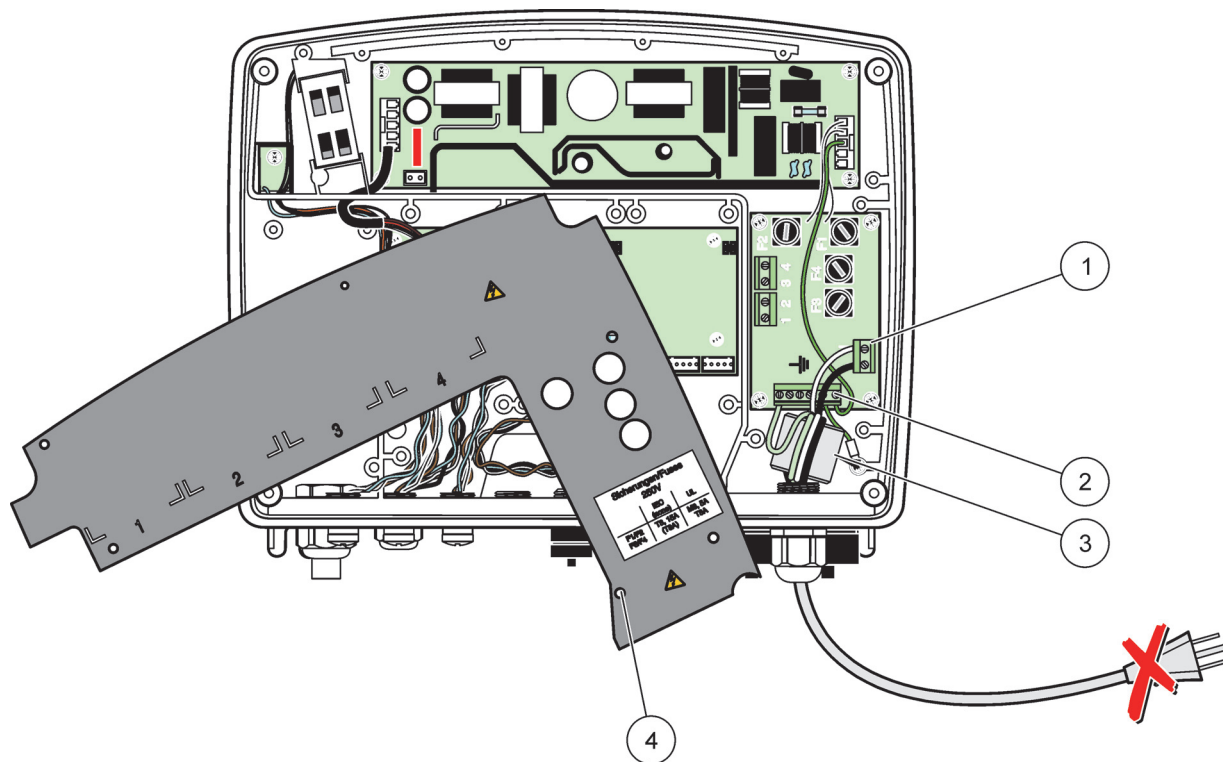
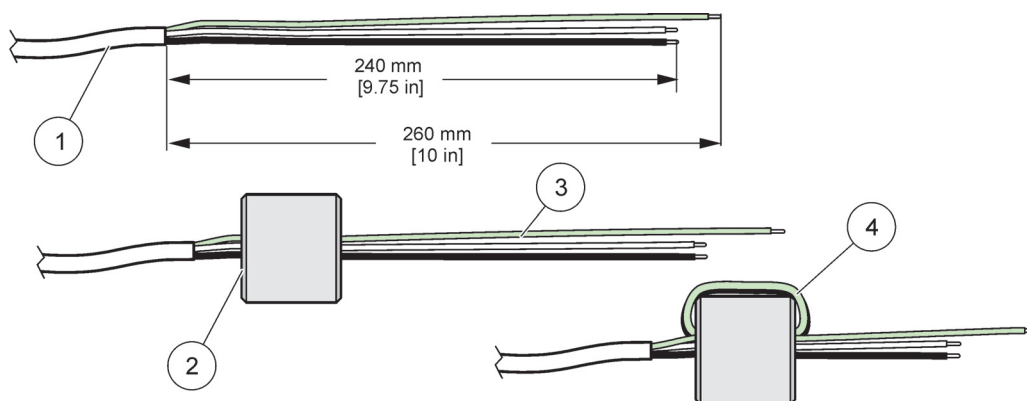

Рисунок 10 Разводка питания
Рисунок 12 Правильная подготовка провода и ферритового сердечника к монтажу электропроводки
6. Зачистите наружную изоляцию кабеля на 260 мм (10 дюймов) (Рисунок 12). Укоротите все провода, за исключением провода заземления до 20 мм (0,78 дюйма), так, чтобы длина кабеля заземления была на 20 мм (0,78 дюйма) больше, чем длина других кабелей.
7. Дважды протяните зачищенный сетевой кабель через ферритовый сердечник (Рисунок 12) и подключите его к терминалу, как показано на Таблица 1 и Рисунок 10. Осторожно подергайте после каждого вставки провода, чтобы убедиться в надежности соединения.